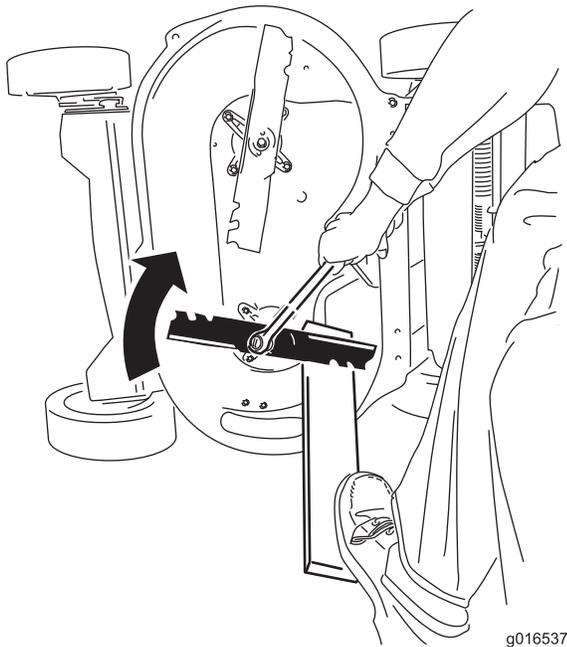

Figure 45
2. Immobilisez chaque lame à l'aide d'une planche et tournez le boulon de lame dans le sens horaire au moyen d'une clé dynamométrique comme montré à la Figure 45; serrez le boulon de lame à 82 Nm (60 pi-lb).